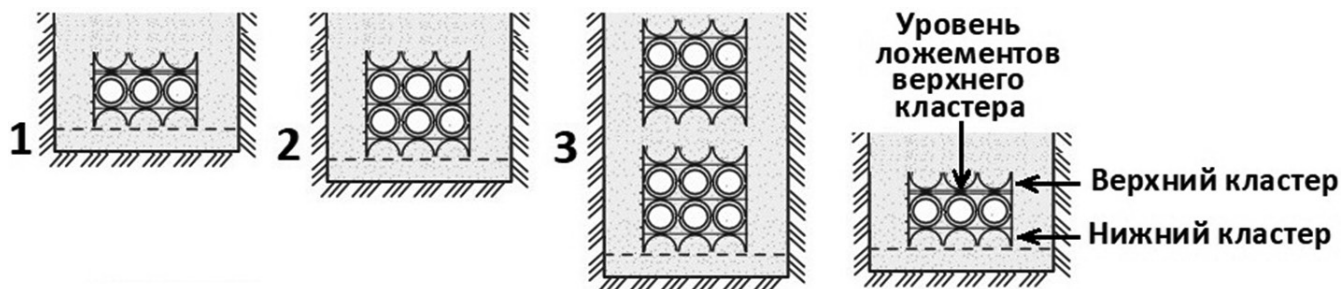

Рисунок 9.12 – Формирование слоёв и пакетов труб кластерами в траншее
9.6.7 При пакетной прокладке, если в пакете не один, а несколько слоёв труб (рисунок 9.12), в траншеях и на вводах труб в колодцы, каждый слой труб, начиная с нижнего, следует присыпать и утрамбовать отдельно. Так, чтобы в каждом слое, каждая труба, была с боков и сверху закрыта песком или грунтом до уровня ложементов верхнего кластера. Только после этого в верхний кластер можно укладывать следующий слой труб.
Кластерами можно соединять трубы одного слоя, а можно и собирать несколько слоёв в блоки для набора нужного количества труб (рисунок 9.12).
Опыт применения показал, что во всех условиях прокладки труб кластеры следует устанавливать так, чтобы каждая труба в пакете была зафиксирована кластерами и снизу и сверху (рисунок 9.12 и 9.13).